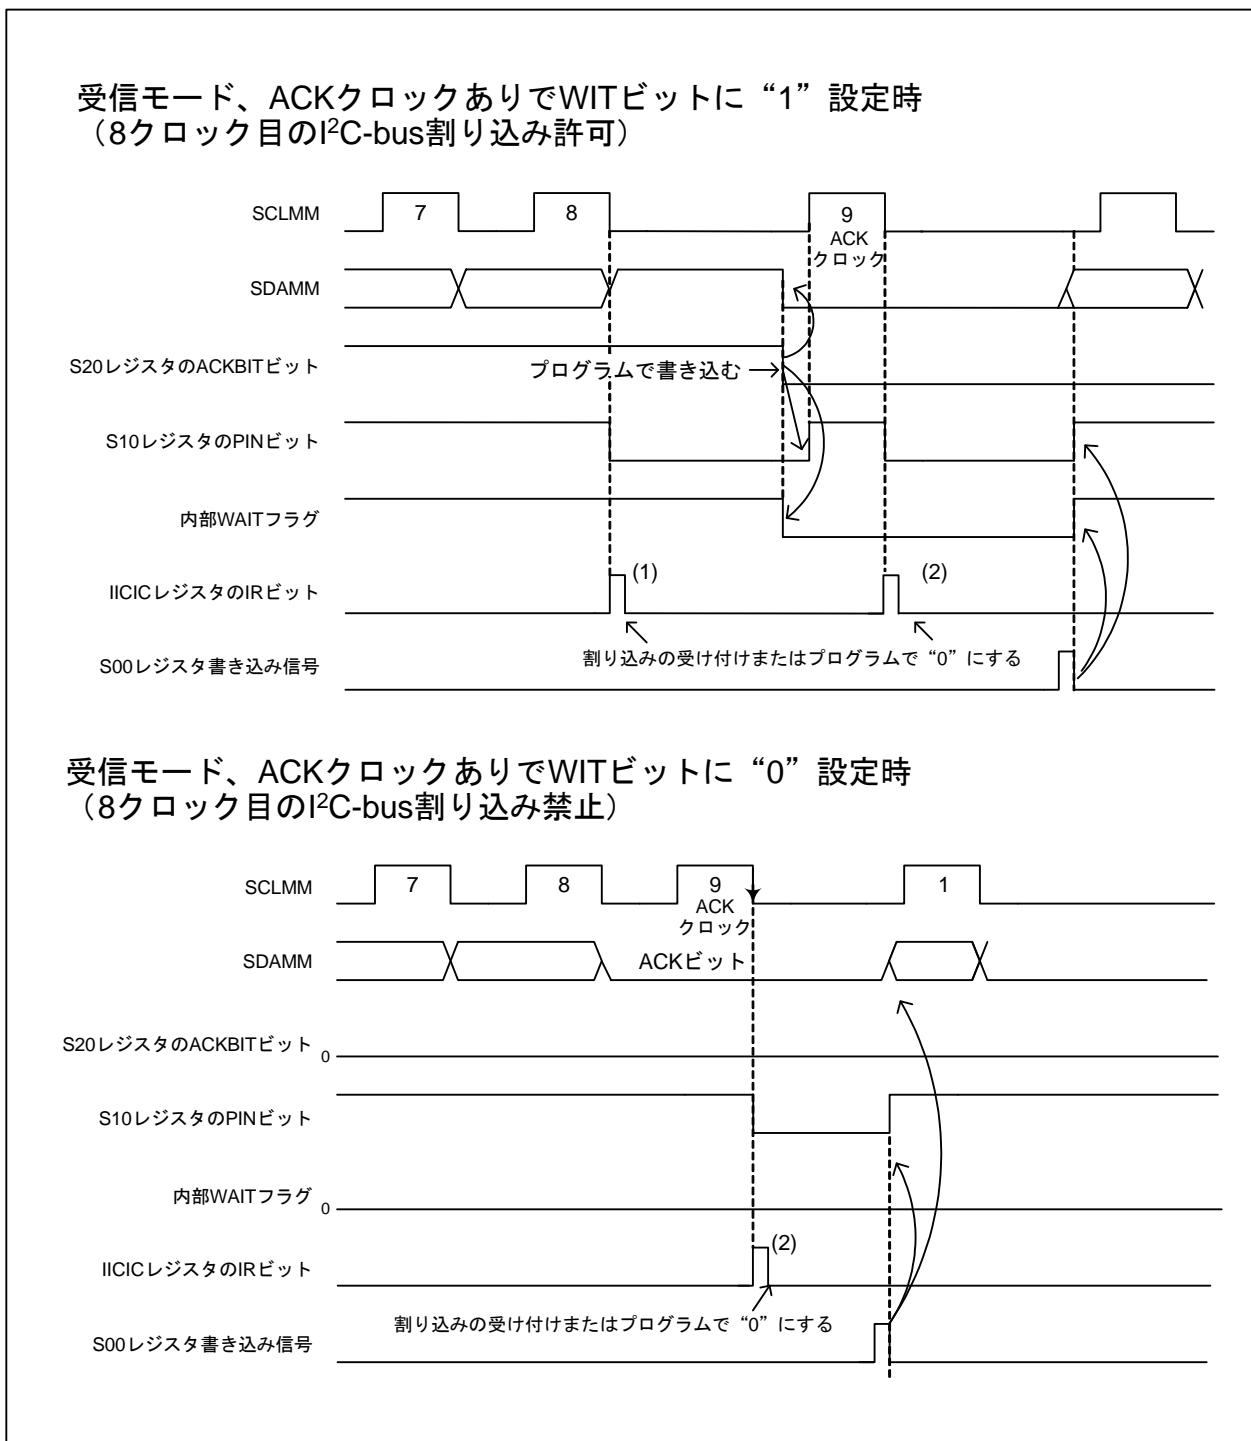

図 25.4 データ受信時の割り込み要求発生タイミング
表 25.6 にデータ受信時の割り込み要求発生タイミングと送受信再開の方法を、図 25.4 にデータ受信時の割り込み要求発生タイミングを示します。
注1. 図 25.4 IICICレジスタのIRビット (1) のタイミング
注2. 図 25.4 IICICレジスタのIRビット (2) のタイミング